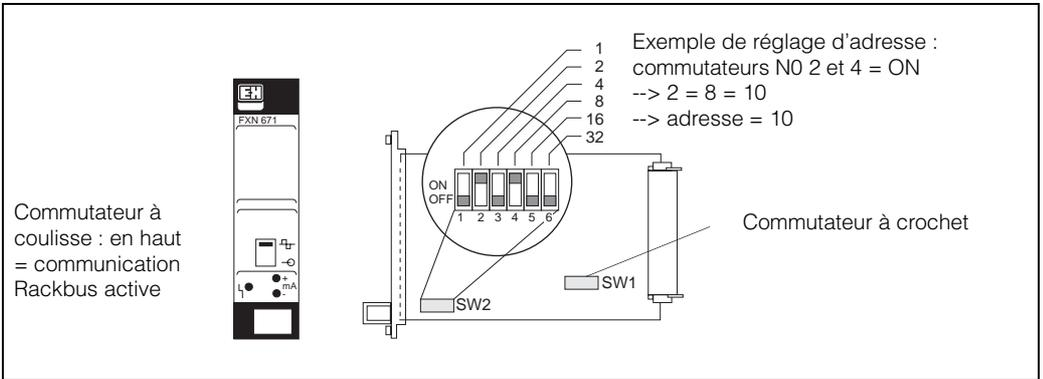

Fig. 31 : Réglages sur le FXN 671
- Pousser le commutateur sur la face avant du FXN 671 vers le haut (fig. 31) --> communication Rackbus active
- Commutateur à crochet SW1 ouvert (fig. 31) --> ajout résistance de 250 ohms
- Régler l'adresse Rackbus à l'aide du commutateur à crochet SW2 (fig. 31) --> réglage d'une adresse entre 0 et 63